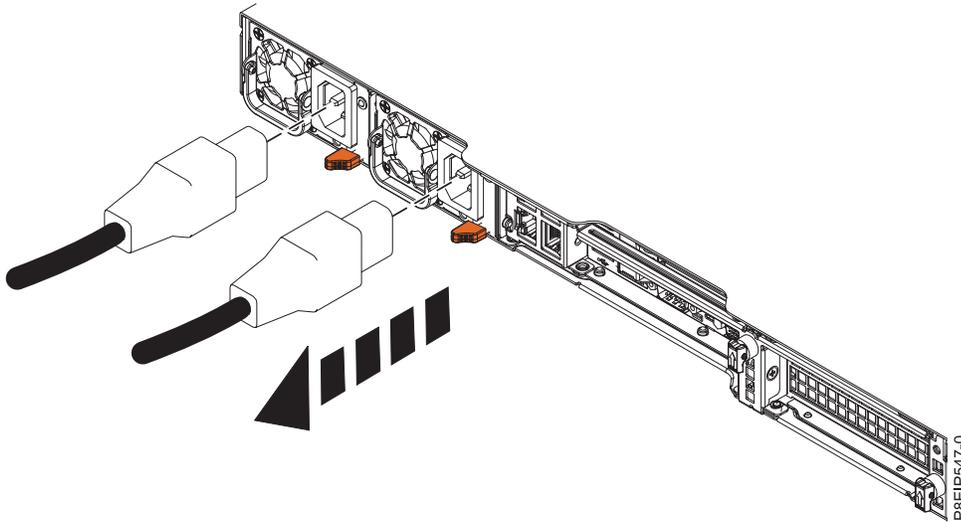

Figura 78. Removendo os cabos de energia do sistema
2. Rotule e desconecte os cabos de energia da unidade de sistema conforme mostrado na Figura 78 na página 114.